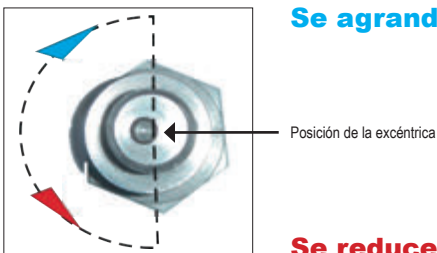

Figura 4
6. La marca muestra la posición de la excéntrica (figura 4).